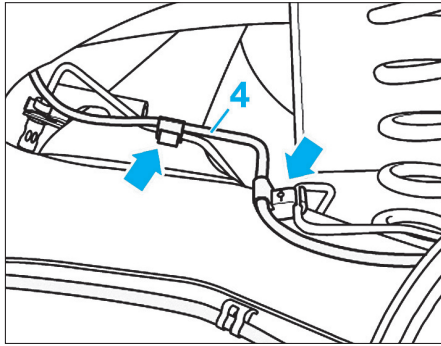

FIG. 76
- Dégrafer des supports le câble (4) du capteur de vitesse (Fig.76).